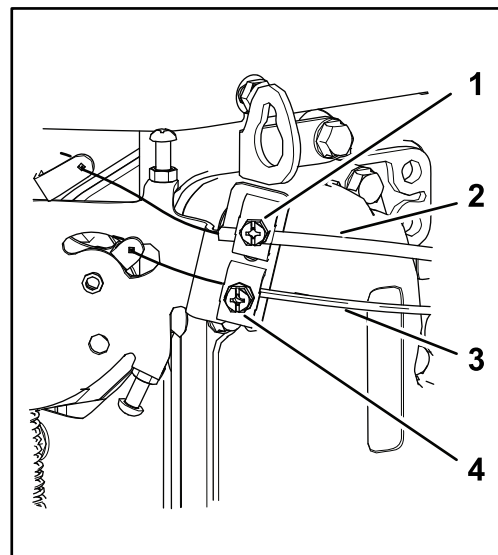

图65
2. 松开将油门拉线外壳固定到发动机上的夹紧螺丝 图65。
4. 向上拉油门拉线的外壳 图65直至油门拉线几乎完全绷紧然后旋紧夹紧螺丝。
2. 松开将阻风门拉线外壳固定到发动机上的夹紧螺丝 (图65)。
5. 向上拉阻风门拉线的外壳 (图65)、直至阻风门拉线几乎完全绷紧、然后旋紧夹紧螺丝。